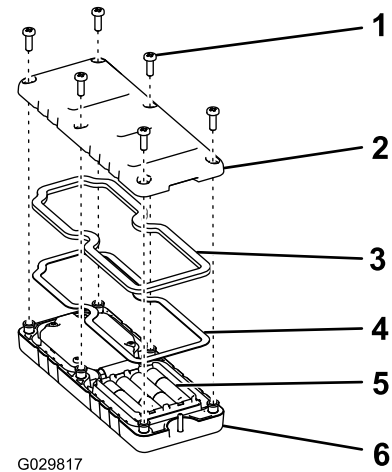

Figura 8
2. Inserte cada pila nueva en su alojamiento observando la polaridad correcta (Figura 8).
3. Asegúrese de que la junta de acero y la junta de goma están asentadas en la ranura del control remoto, y coloque la tapa trasera (Figura 8).
4. Sujete la cubierta con 6 tornillos (Figura 8) y apriételos a 1,5–1,7 N m (13–15 pulgadas-libra).